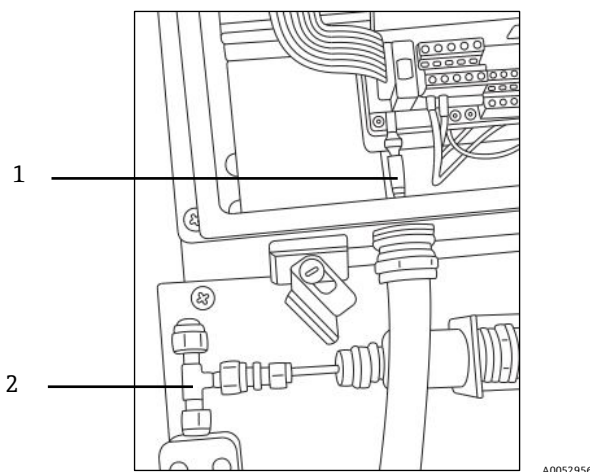

Abbildung 90. Anschlussmutter entfernen (Analysatorseite)
11. Anschlussmutter auf der Sonde am SMA-Anschluss im Analysatorgehäuse lösen. Siehe Abbildung 90.